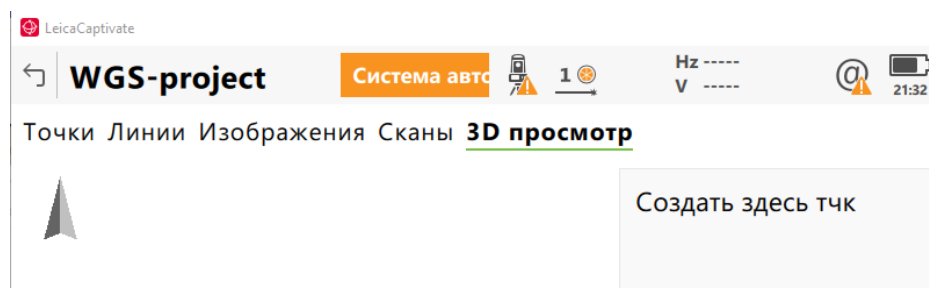

Рисунок 5 – Панель 3D просмотра
5. Выбираем активной панель 3D просмотр. Нажимаем правую клавишу мыши и появляется окно для создания точки. Нажимаем его и переходим в окно редактирования параметров создаваемой точки (рис. 5):